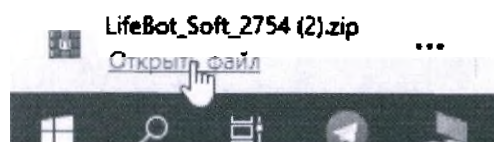

Рисунок 33. Разархивирование файла программного обеспечения.
4. Откройте заархивированный файл «LifeBot_Soft_2754»*, выбрав функцию «Открыть файл» (рисунок 33).